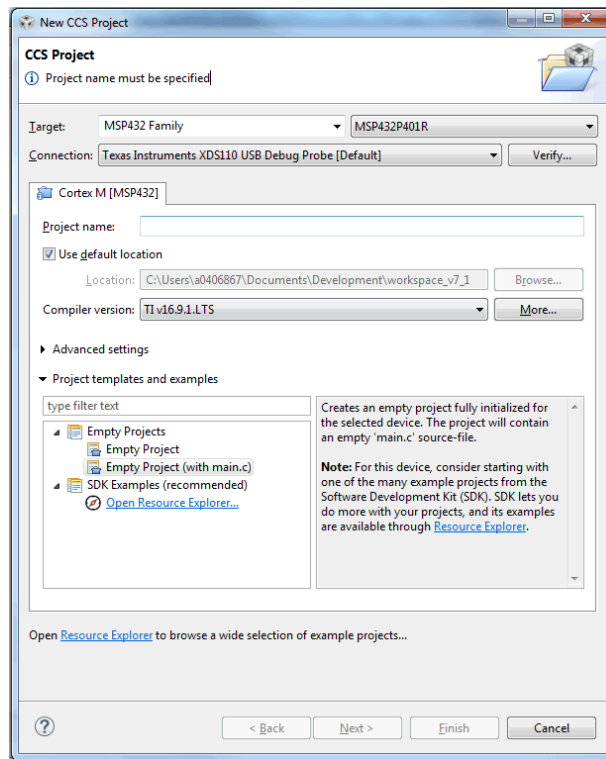

Figure 3. New Project Wizard
2. 选择MSP432或MSP432E4作为目标系列（参见图3），它限制了设备列表。设备下拉列表。